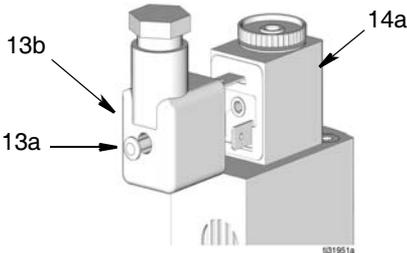

ABB. 31
4. DIN-Stecker (13b) am Magnetschalterverbinder (14a) anschließen (ABB. 31).
5. Schraube (13a) auf der Rückseite der Mini-DIN-Magnetschalterverbindung (13b) anziehen (ABB. 31).